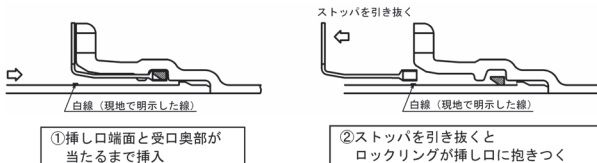

図32 挿し口の挿入
- (1) 管をクレーンなどで吊った状態にして挿し口を受口に預ける。
- (2) 挿し口先端が受口奥部に当たるまでゆっくりと挿入する(図32①)。
- (3) 現地で挿し口に明示した白線が、受口端面の位置まで全周にわたって挿入されていることを確認したら、ストップを引き抜く。これにより、ロックリングは挿し口外面に抱きつく(図32②)。